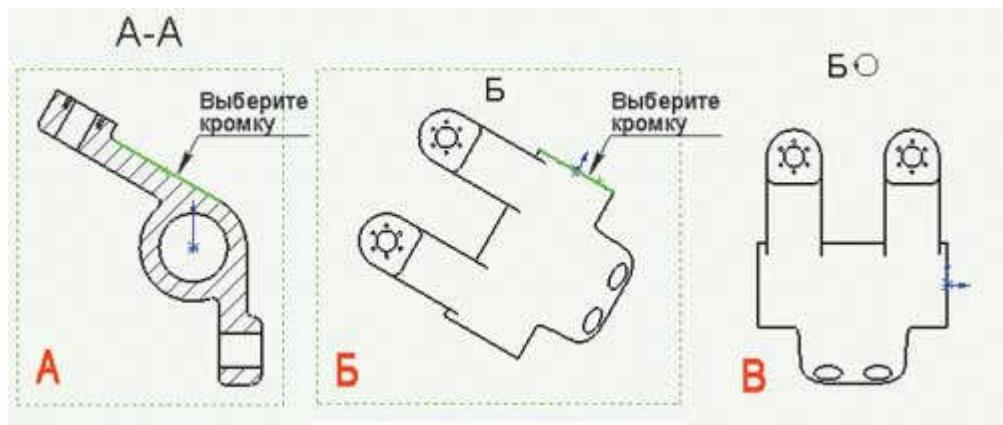

Рис. 1. Создание повернутого вида: а — выбор кромки на исходном виде; б — подготовка созданного вида к выравниванию по вертикали; в — результат операции
**Создание вида, перпендикулярного кромке.** Для создания вида, перпендикулярного кромке, выберите кромку как показано на рис. 1 а и нажмите *Вспомогательный вид* панели инструментов *Чертеж*. Вид, перпендикулярный кромке, стрелка и метка вида «Б» создаются автоматически. Если при этом удерживать нажатой клавишу *Ctrl*, то новый вид можно сразу же разместить в произвольном месте чертежа. Для того чтобы повернуть вид «Б», выберите на нем кромку цилиндрической бобышки (рис. 1б), затем выберите *Инструменты => Расстановка видов чертежа => По вертикали*. Вид повернется (рис. 1 в).